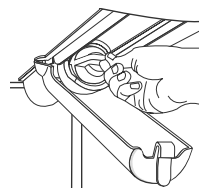

Fig.8 Boîtier du filtre et capuchon de dérivation
- b Retirez le capuchon de dérivation bleu et conservez-le pour usage ultérieur (reportez-vous à l'illustration Figure 8).